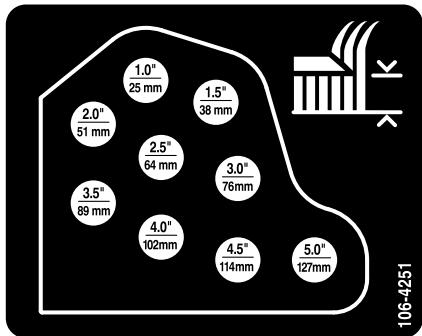

Figure 24
- Montez les chaînes de hauteur de coupe dans le trou correspondant à la hauteur de coupe voulue à l'aide de l'axe de chape et de la goupille fendue (Figure 24).